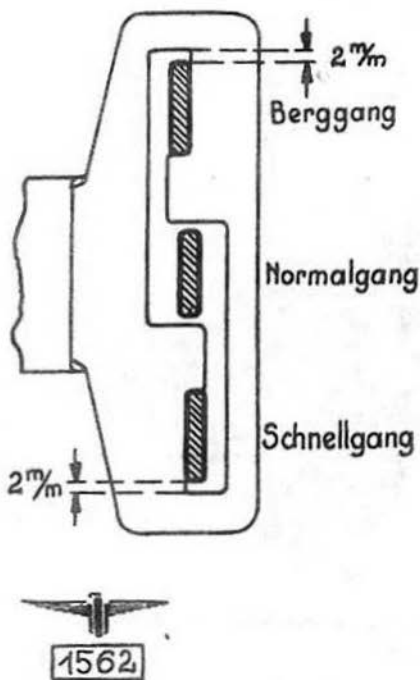

Abb. 13. Schalthebeleinstellung in der Kulisse.
10. Schalthebel mit Schaltstange verbinden und richtig einstellen. Arretierbolzen des Schaltzylinders in Berggangraste einschnappen lassen. Schaltstange auf richtige Länge einstellen, Schaltgabel muß genau in die Kulisse passen, darf nicht klemmen, muß an beiden Enden 2 mm Spiel haben. (Abb. 13.)